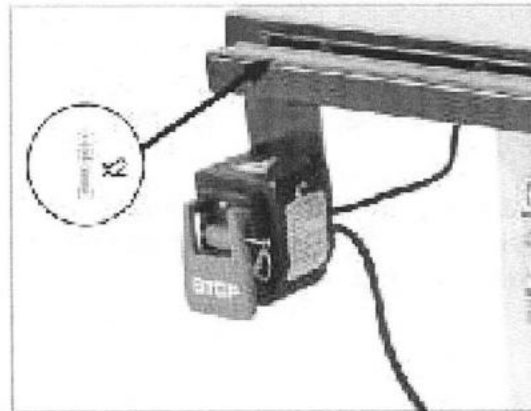

Figura 21.
22. Coloque el interruptor magnético en el lado inferior izquierdo del carril delantero con dos tornillos M5 x 12-0.8 de gorra, arandelas de seguridad de 5 mm, y arandelas planas de 5 mm, como se muestra en la Figura 21.